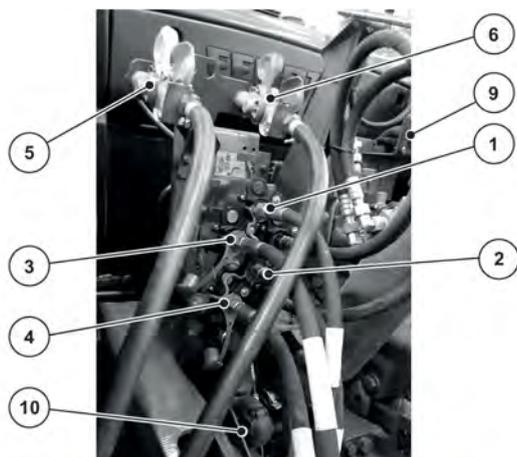

Fig. 25: Ordre de raccordement des câbles de la machine au tracteur
Voir *Fig. 25*
- ▶ Veuillez observer les étapes pour le raccordement : Voir *Fig. 25 Ordre de raccordement des câbles de la machine au tracteur*